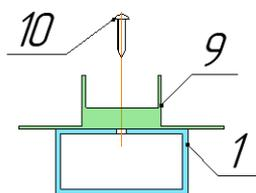

Рис. 4
1.7 Следующим этапом на трубы, выполненные по радиусу №1 (рис.4), закрепляем пластиковый профиль №9 с наружной (уличной) стороны в подготовленные отверстия острым саморезом №10 (4,2х19). Монтаж начинать с нижней части, отступив 10мм. Длина профиля №9 меньше, чем длина дуги №1, поэтому сверху наклонная часть секции профилем не закрывается.